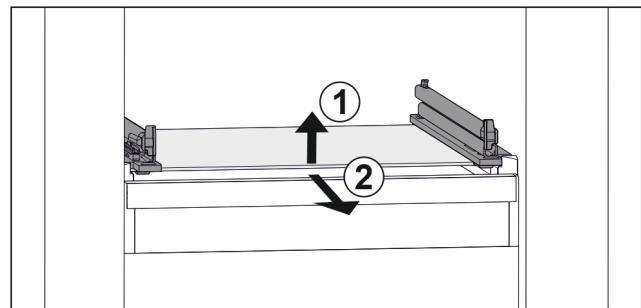

Fig. 88 Simbolična slika steklene plošče
- Stekleno ploščo dvignite v smeri naprej. Fig. 88 (1)
- Stekleno ploščo odstranite v smeri naprej. Fig. 88 (2)